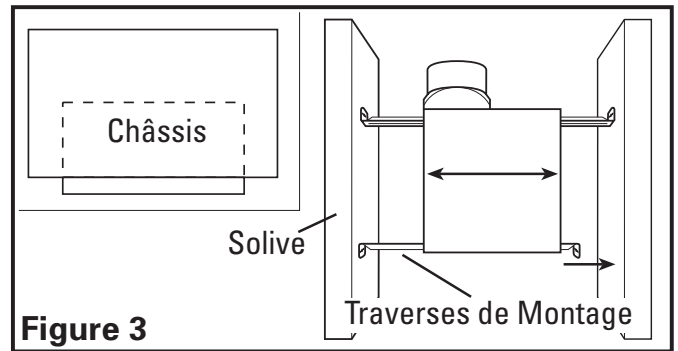
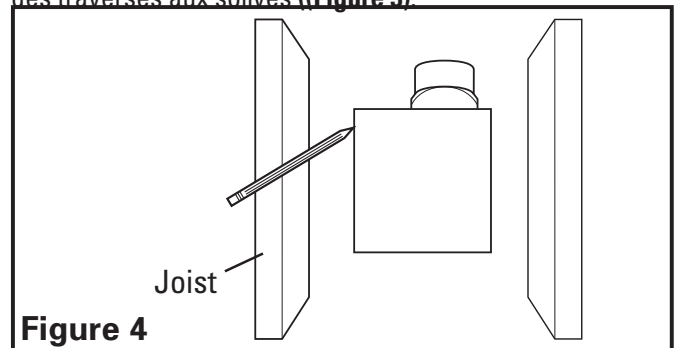

Figure 3
Figure 4
- Installer les traverses sur le châssis et positionner le châssis près de la solive. Aligner le châssis pour qu'il soit à effleurement avec le plafond fini. Fixer les extrémités des traverses avec des clous ou des vis (non-comprises) aux solives et glisser le châssis à sa position finale (**Figure 3**).
- Placer le châssis en position entre les solives et tracer un contour sur le matériau du plafond (**Figure 4**). Mettre le châssis de côté et découper l'ouverture, en prenant soin de ne pas couper ou endommager des câbles électriques dissimulés ou autres utilités. Installer les traverses sur le châssis et positionner le châssis dans le trou percé précédemment afin qu'il soit à effleurement avec le plafond fini. Fixer les extrémités des traverses aux solives (**Figure 3**).